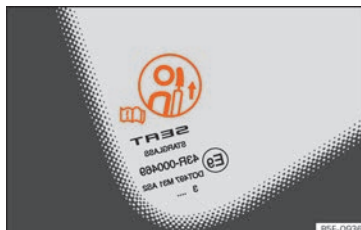

Abb. 91 Warnschild für Kopfstützenstellung
- Wenn sich Insassen auf den Rücksitzen befinden, dürfen die Kopfstützen keinesfalls auf die Außergebrauchsstellung eingestellt sein. Siehe Warntafel am hinteren kleinen Seitenfenster »» Abb. 91.